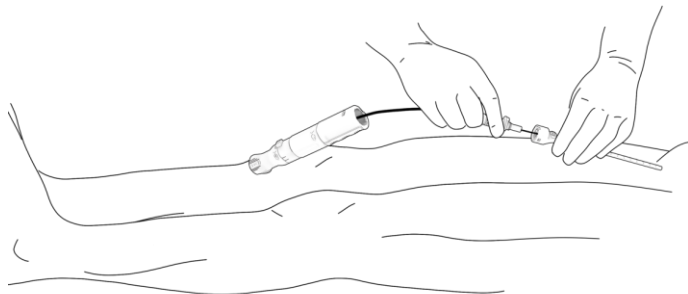

Bild 8. Mata fram PerQseal+ förslutningsanordning till införingsshylsan.
- Mata fram laddningskanylen över ledaren mot införingsshylsans fattning enligt Bild 8. Om det är svårt att föra kanylen över ledaren bör du kontrollera att ledaren inte är vikt och att den är fri från koagulerat blod och trombos.